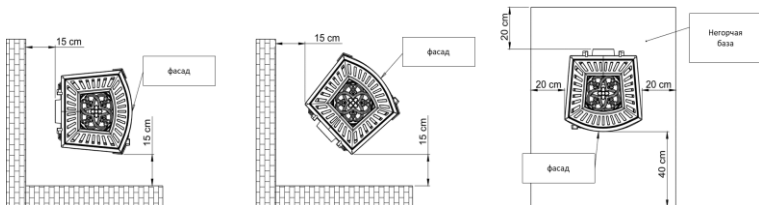

Рис. 2. Безопасное расстояние от печи до негорючих частей.
- печьку поместить на несгораемой поверхности, которая выходит за пределы печи на мин. 0,4 м, считая от передней части печи, и мин. 0,2 м, считая от боковых и задней стенки печи (см. рис. 2),
- рекомендуемое расстояние от НЕГОРЮЧИХ частей - не менее 15 см (рис. 2)